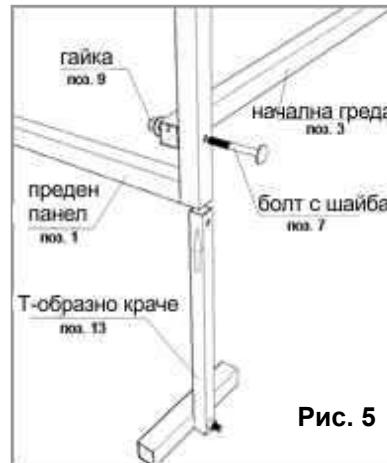

Рис. 5
5.2.2. Съединете с болтове 6x70 мм предния панел с началната греда, като закрепите и крачетата съгласно пробитите отвори (рис. 5).